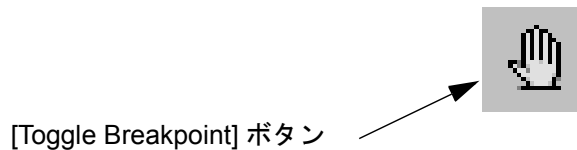

図 2-23. ブレークポイントの設定
2. ほかの複数のオブジェクトに追加のブレークポイントを設定します。オブジェクトを選択します。それには、Ctrl キーを押しながら各オブジェクトをクリックします。図 2-23 のように、ツールバーの [Toggle Breakpoint(s)] ボタンをクリックします。または Ctrl+B キーを押します。再びプログラムを実行すると、ブレークポイントを設定した最初のオブジェクトの手前でプログラムが休止します。